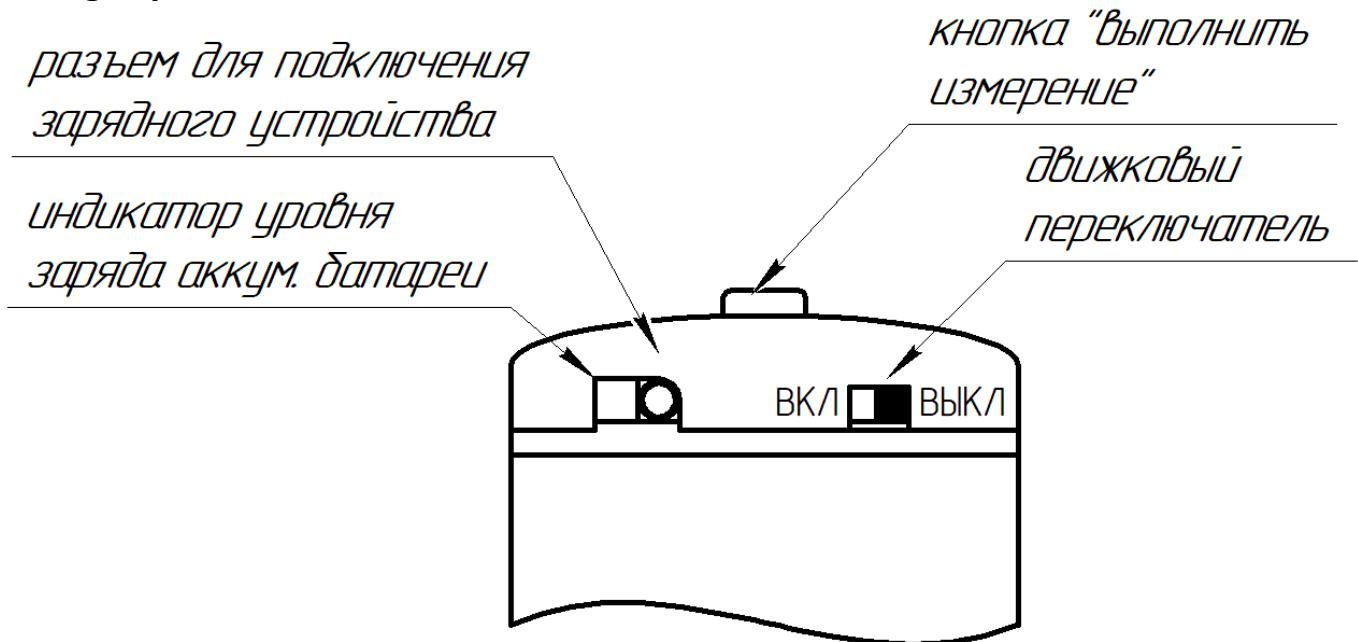

Рисунок 15. Органы управления, индикации и разъем модуля приложения нагрузки преобразователя SPR-A
4.5.1 Включение модуля приложения нагрузки преобразователя SPR-A осуществляется перемещением движкового переключателя вкл/выкл влево, рисунок 15.